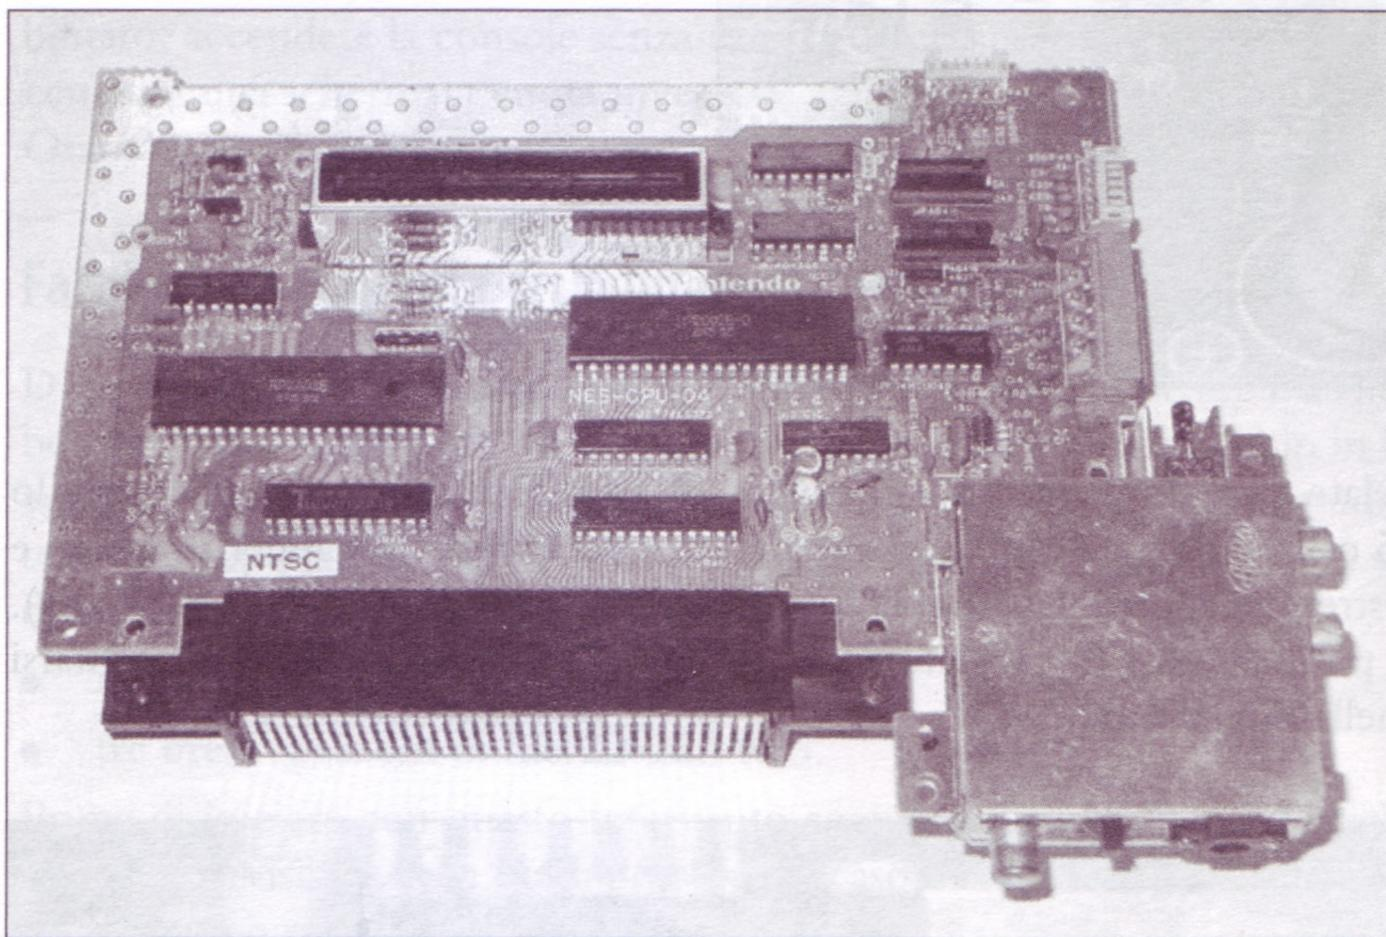

Figura 6.29 La scheda dei circuiti di NES rimossa dalla console.
1. Per prima cosa dovete accedere alla scheda dei circuiti. A tal fine, aprite il sistema NES e poi seguite i passaggi da 1 a 5 della procedura descritta in "Modifica del LED di alimentazione". La scheda dei circuiti di NES dovrebbe essere libera dal resto della console e dovrebbe essere simile a quella della Figura 6.29.